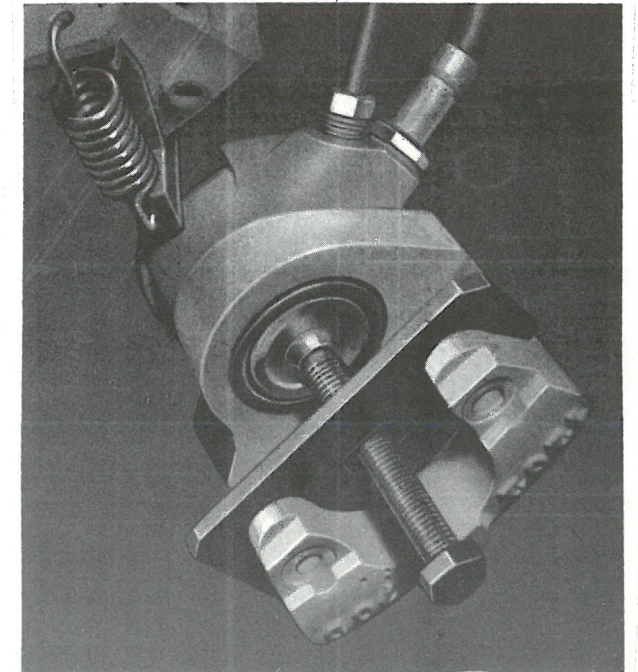

Fig. A-4
- Monter l'outil indiqué Fig. A-4 sur l'étrier arrière, à la place de la garniture extérieure, puis visser doucement jusqu'au moment où l'on sent une résistance.
Plan coté de l'outil représenté Fig. A-4